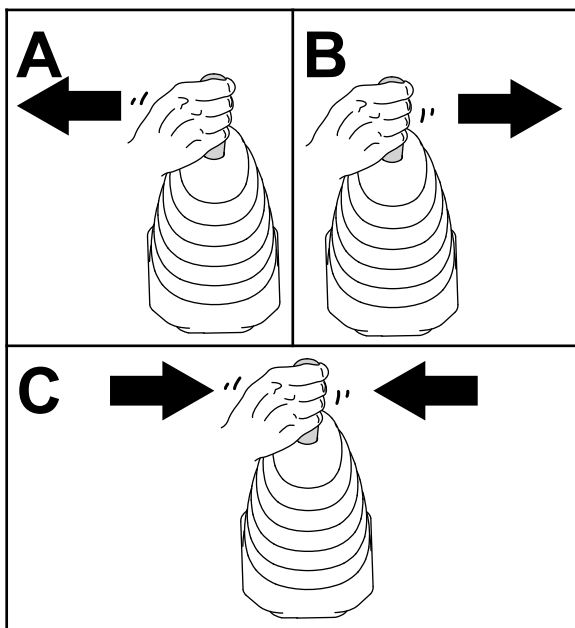

Figura 49
6. Spostate il joystick del caricatore a sinistra, a destra e indietro di nuovo in posizione di FOLLE per rilasciare la pressione nei giunti idraulici (Figura 49).